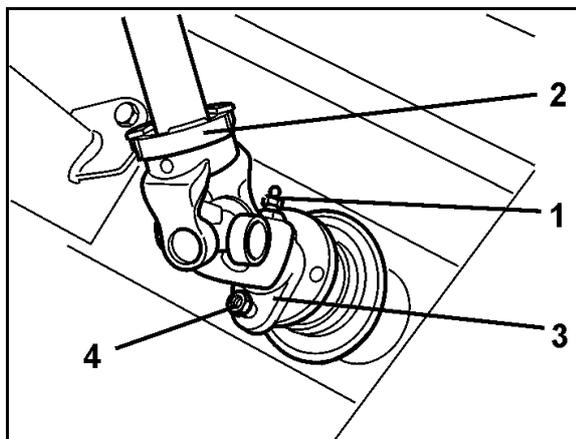

Fig. 87
2. Descargar los resortes (Fig. 87/1) soltando las tuercas (Fig. 87/2).